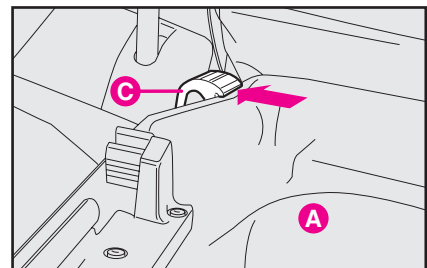

fig. 125
- 3) Agganciare le due parti tramite i supporti di bloccaggio in gomma **C-fig. 125**.